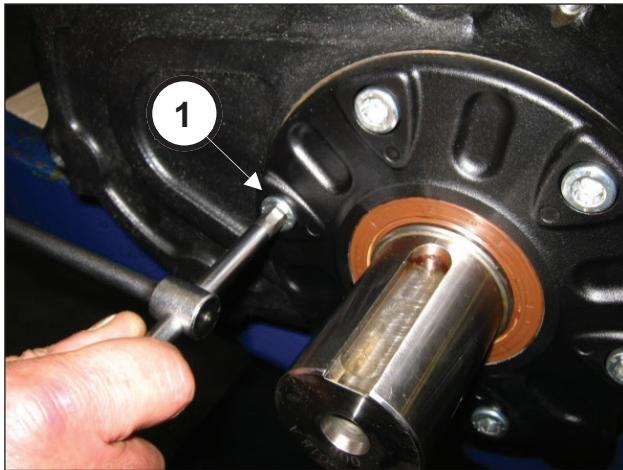

Рис. 4
Открутите винты крепления крышки приводной шестерни (поз. ①, Рис. 4) и снимите ее (поз. ①, Рис. 5).